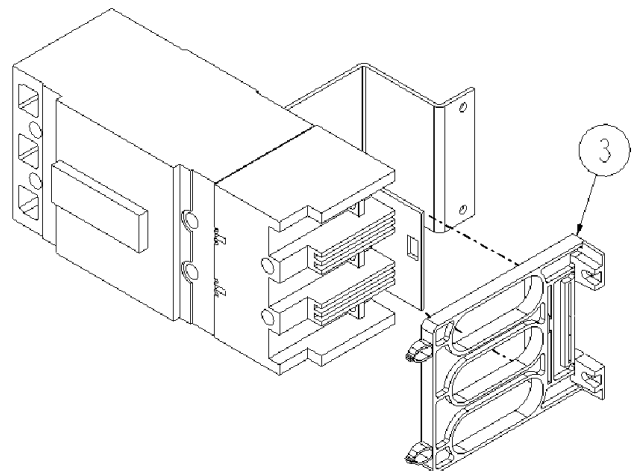

Figure 4. Soutien du couvercle enclenché sur le disjoncteur.
4. Attacher le soutien du couvercle. Glisser le soutien du couvercle [3] sur la fixation existante du disjoncteur, comme montré à la Figure 4. Le soutien du couvercle s'enclenchera lorsqu'il est correctement positionné.